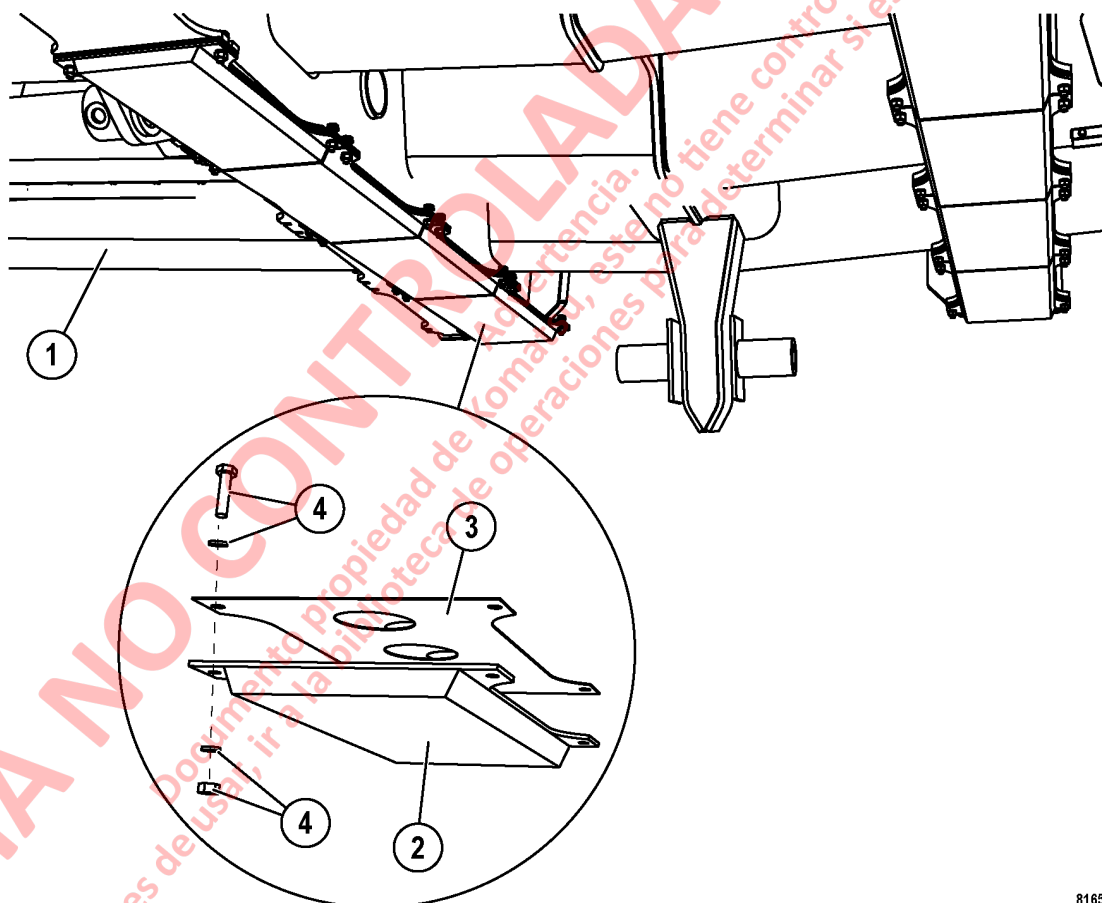

FIGURA 3-4. INSTALACIÓN DE ATENUADORES DE LA TOLVA
1. Eleve la tolva sin carga (1, Figura 3-4) a una altura que sea suficiente para permitir el acceso a todos los atenuadores de la tolva.